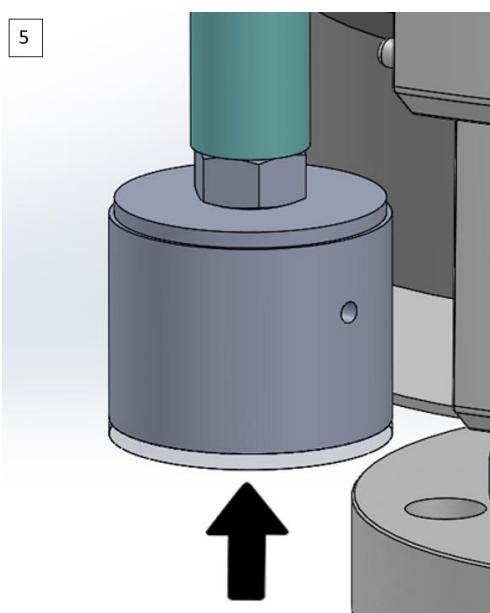

Abb. 24 Einstellung der Fahrbremse. Schließen der Abdeckung.
- Setzen Sie die Abdeckung des Knopfes wieder auf, um das System zu schließen, wie in Abbildung 24 dargestellt.